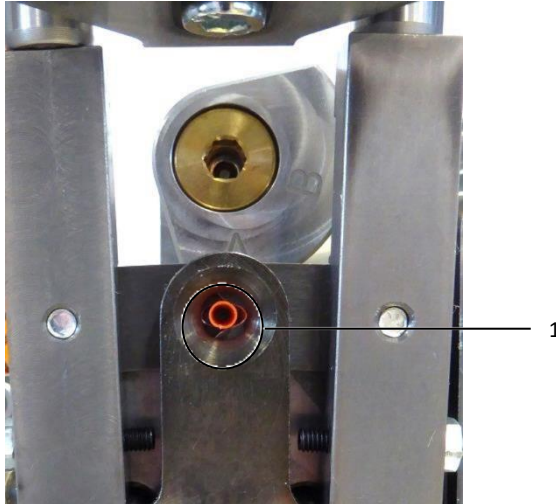

Fig. 35: Tylle og trådfikseringsenhed flugter
- Korrigér tylleholdenhedens position, indtil tyllen i holdetangen flugter med trådfikseringsenheden (fig. 35, pos. 1).